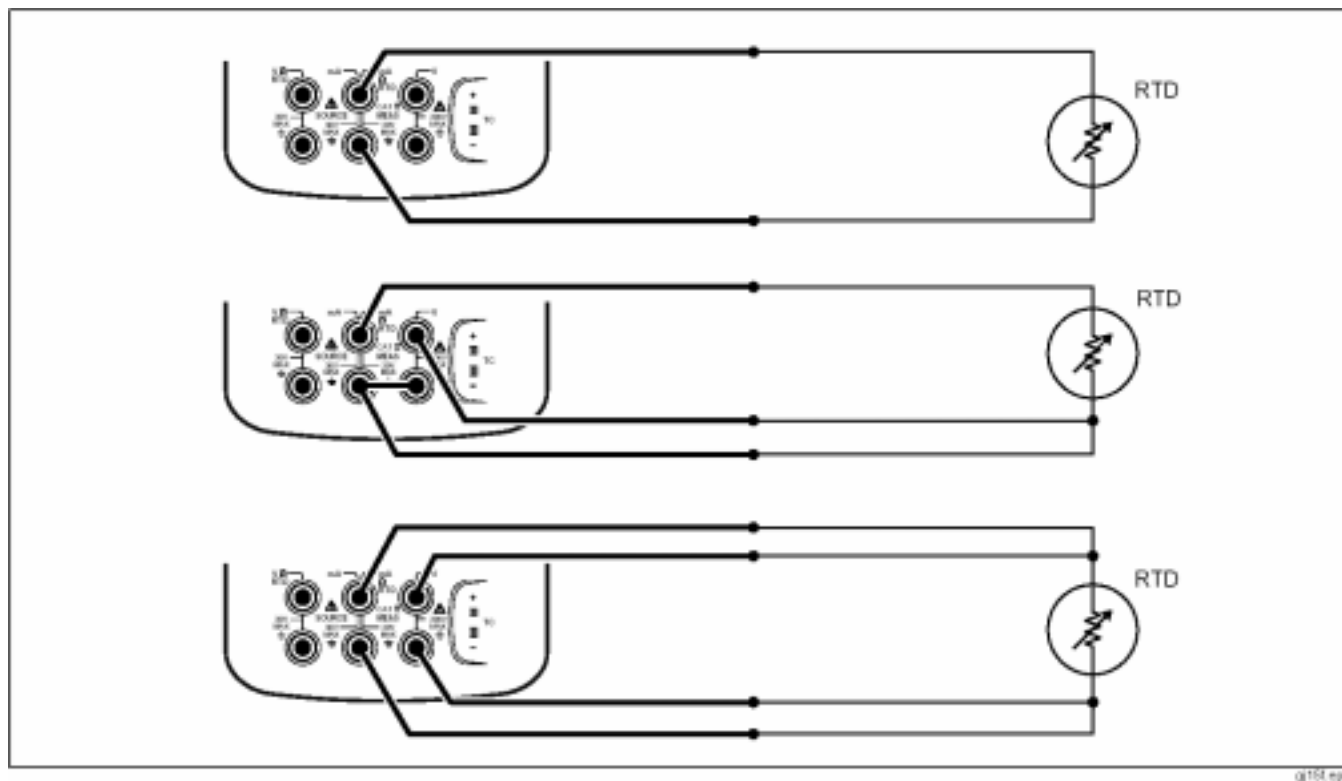

图 15 使用 RTD 测量温度
最常见的 R_0 为 100 Ω 。大多数 RTD 具有一个三端子配置。该校准器可以 2 线制、3 线制或 4 线制连接接受 RTD 测量输入，如图 15 所示。4 线制配置的测量精度最高，2 线制的测量精度最低。
6. 按屏幕上或图 15 中的显示将 RTD 连接到输入插孔。如果使用 3 线制连接，则在 mA Ω RTD MEAS 低插孔和 V MEAS 低插孔之间连接一条跨接线，如图所示。